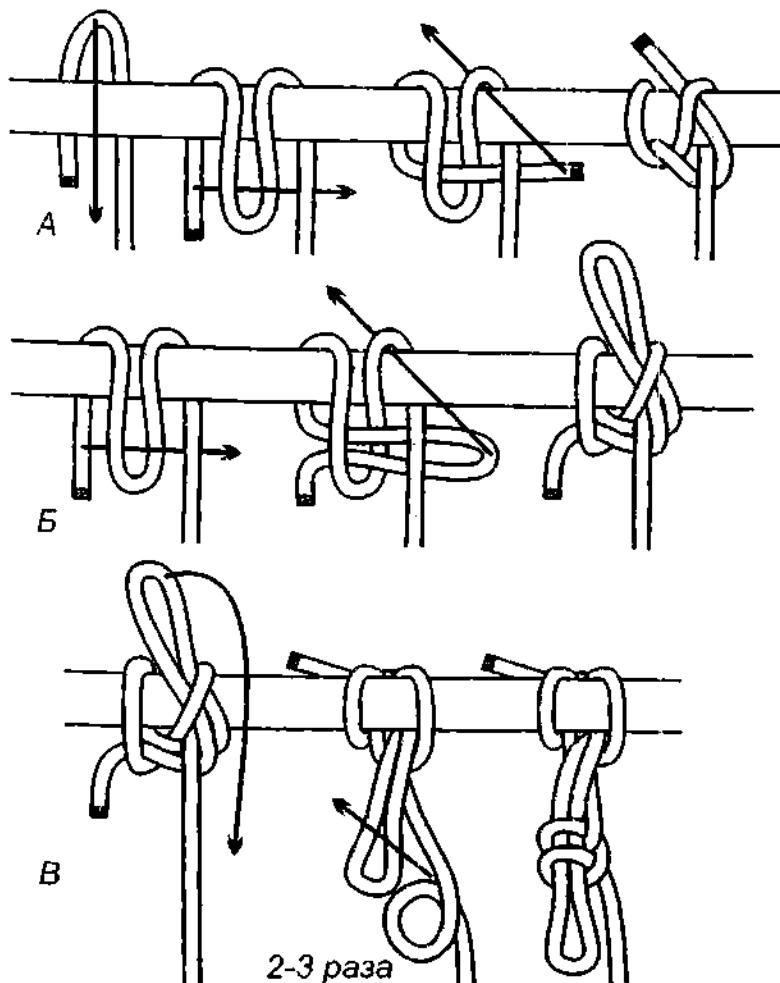

Рис. 576. А – учальный узел; Б – быстроразвязывающийся учальный узел; В – быстроразвязывающийся учальный узел, завязанный с полууштыками на петельке.
**Учальный узел** – это временный узел, который легко запоминается, быстро вяжется, тугу не затягивается и без труда развязывается после любой нагрузки (рис. 576 А, Б). Узел одинаково хорошо держит на верёвках любого типа. **Быстроразвязывающимся учальным узлом** можно быстро привязать и отвязать лошадь или лодку. Несмотря на свою простоту, **учальный узел** способен выдержать значи-